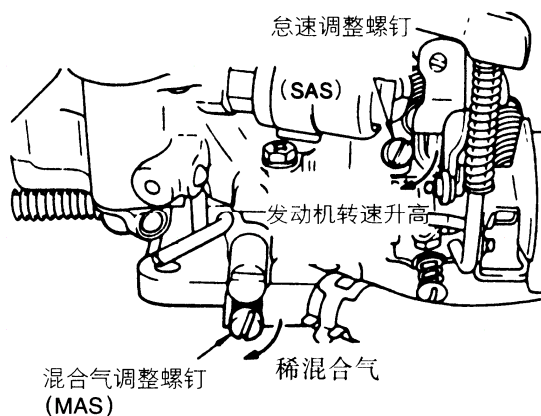

图 2-127 怠速调整螺钉和混合气调整螺钉
(6) 按 $2000\sim 3000\text{r/min}$ 运转发动机并超速运转 2~3 次。
(7) 检查发动机怠速和一氧化碳浓度是在标准数值内。：发动机怠速转速标准值为 $700 \pm 50\text{r/min}$ ；一氧化碳浓度标准值为 $2.5\% \pm 0.5\%$ 。
(8) 如果不在标准数值内，调整怠速调整螺钉 (SAS) 和混合气调整螺钉 (MAS) 以调整空转每分钟转数和一氧化碳浓度达到标准数值 (图 2-127)。